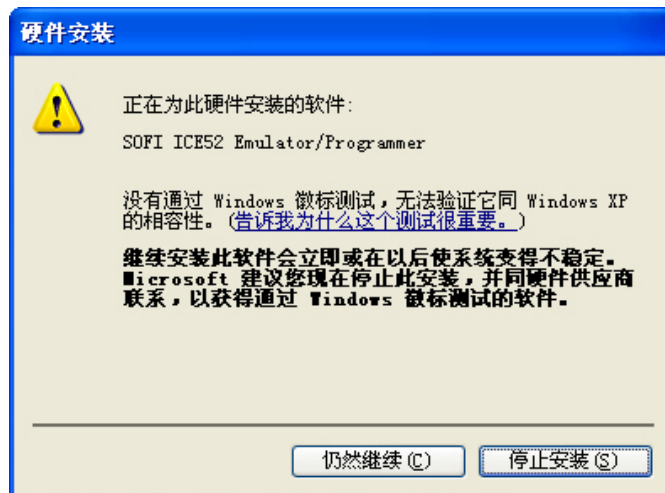

图 2.17
6) 安装过程中可能会提示驱动程序没有通过 Windows 的微标测试, 此时请选择”仍然继续”(图 2.17);